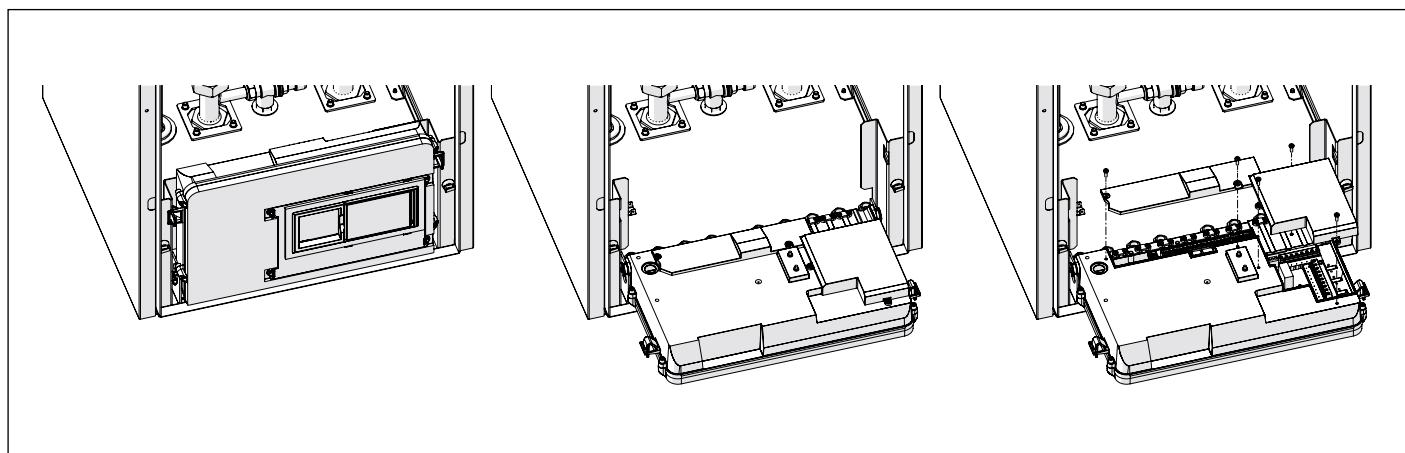

Fig. 32 Cutie electrică
- Rotiți cutia electrică înainte cu 90° (consultați Fig. 32 Cutie electrică).
- Scoateți capacele conexiunilor electrice externe (A și B), deșurubând șuruburile care le fixează de cutia electrică (consultați Fig. 32 Cutie electrică).